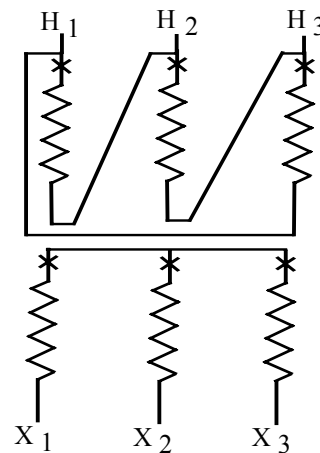

Figura 3.1
3.6.- Considere el transformador trifásico de 15 MVA, 66/13,2 kV conectado según se muestra en la Figura 3.1 y determine: